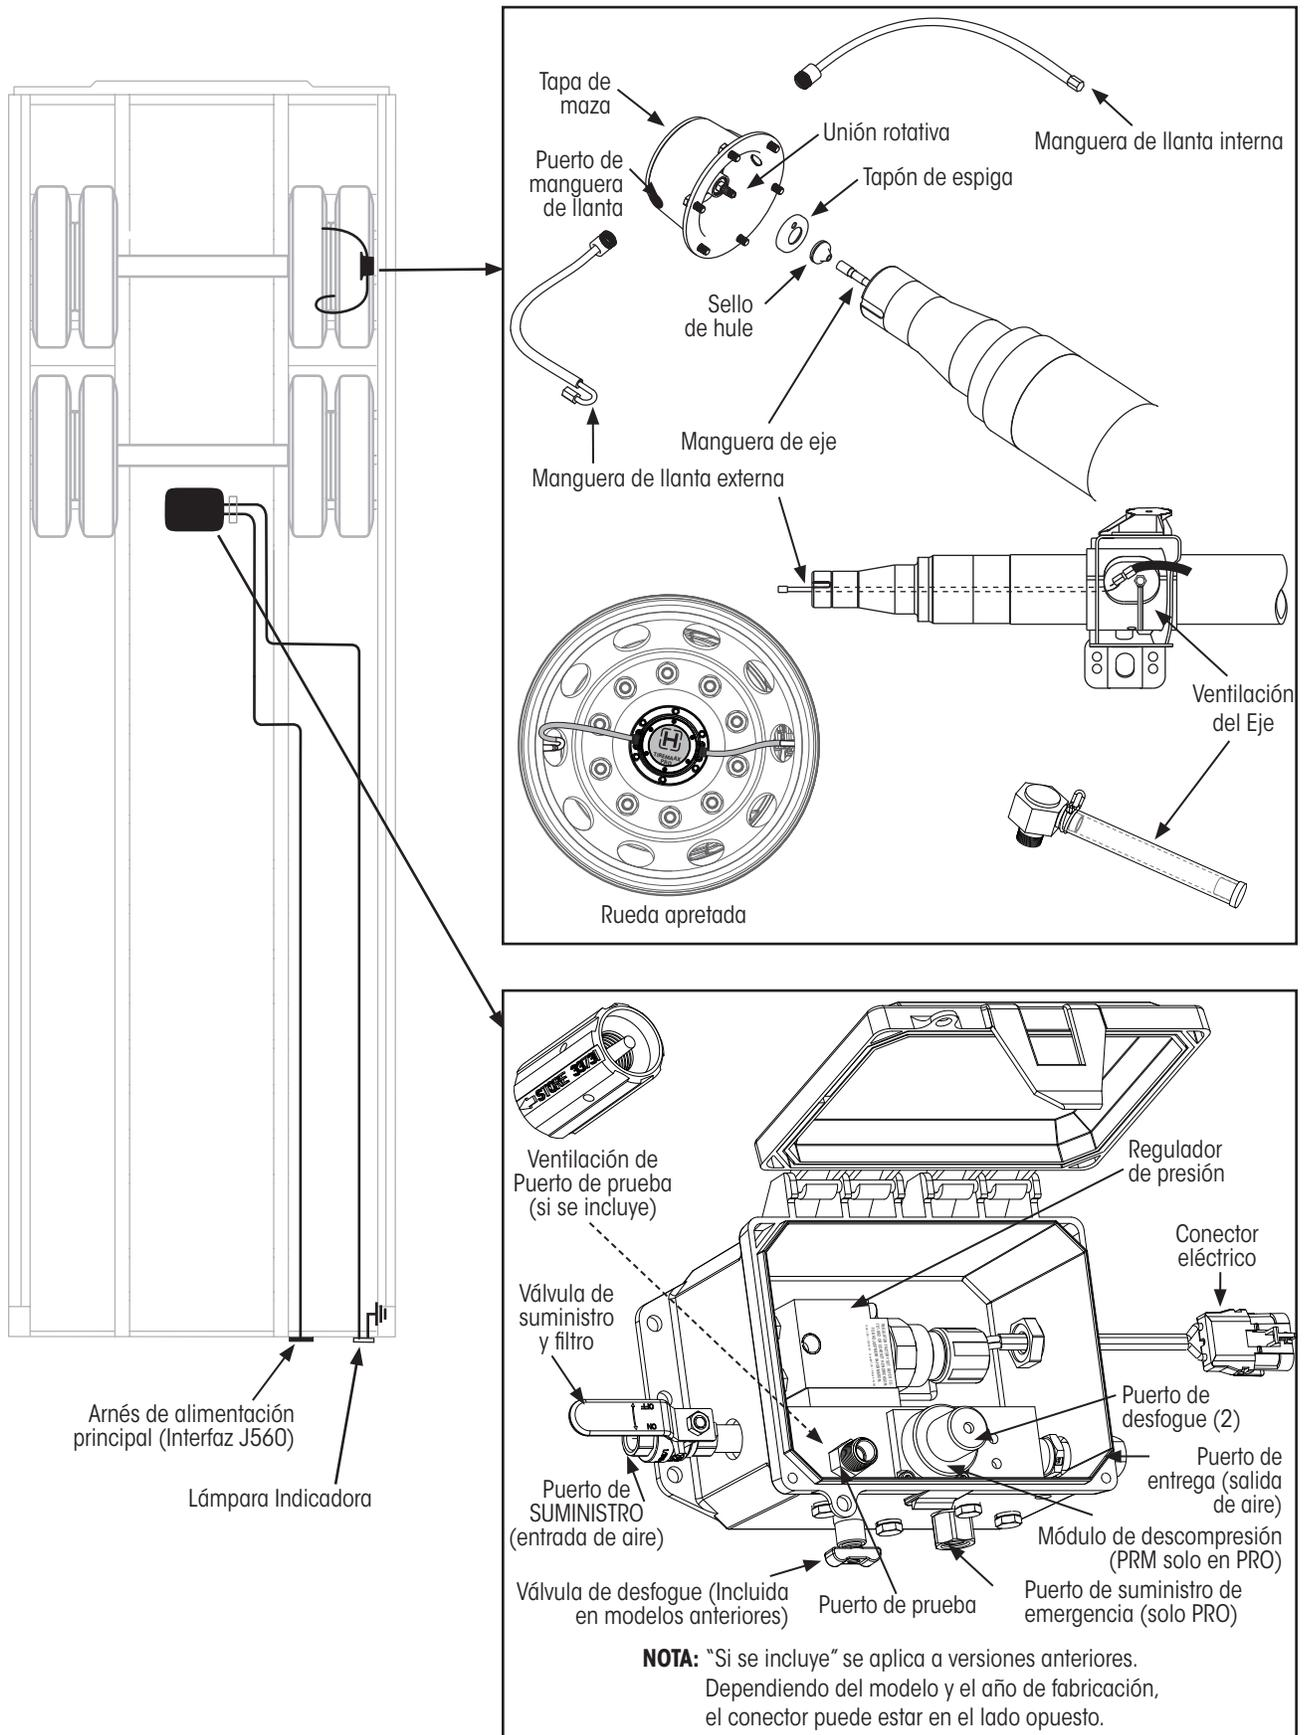

Figura 2: Componentes de TIREMAAX® (controlador PRO mostrado)
En esta sección se incluye una breve descripción de los componentes de TIREMAAX® PRO y CP. Consulte la Figura 2 en la página anterior.
- Sí la lámpara indicadora (Figura 2) permanece encendida por más de 10 minutos, el sistema está tratando de inflar las llantas, pero no puede mantener adecuadamente la presión en las llantas. El operador debe detenerse y revisar las llantas para determinar si es seguro continuar operando el vehículo y debe buscar servicio lo más pronto posible.